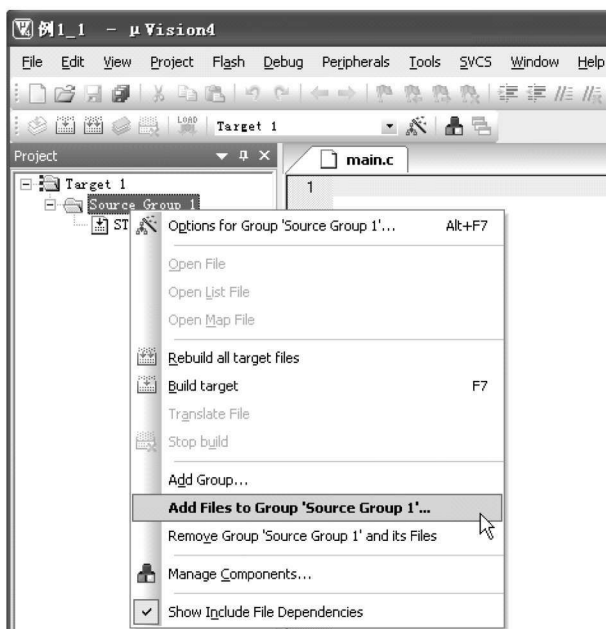
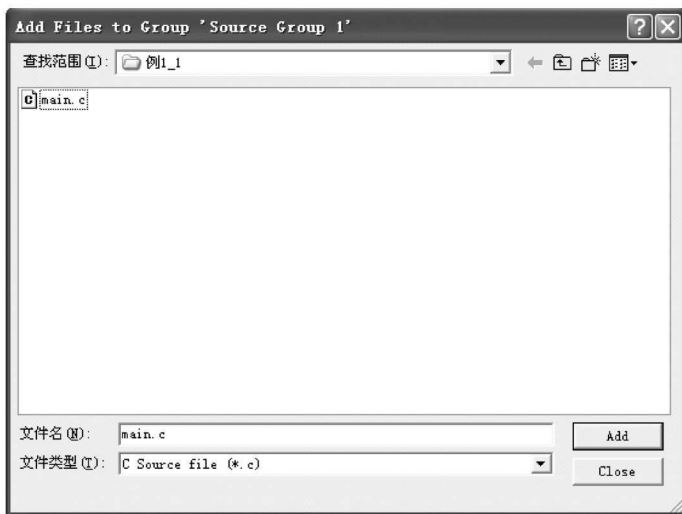

图 1.2.12 将文件加入工程的菜单
图 1.2.13 添加文件对话框
(6) 添加文件到工程中。源文件虽然建好，但是跟工程还没有直接的联系，此时需要将该文件添加到工程中。单击左边“Project”选项卡中“Target 1”前面的“+”号，然后在“Source Group 1”上单击右键，弹出如图 1.2.12 所示的菜单。然后单击“Add Files to Group ‘Source Group 1’”选项，弹出如图 1.2.13 所示对话框。